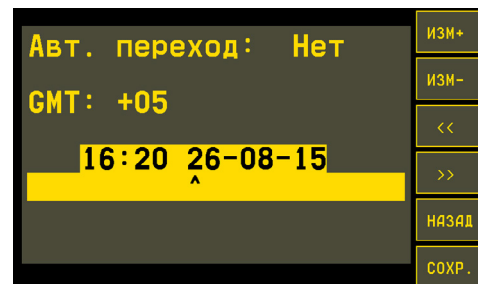

Рис.25. Настройка текущего времени.
• Для изменения текущего времени и даты необходимо нажать кнопку «Еще +» – станут доступны дополнительные кнопки (Рис.25). Далее необходимо выбрать позицию для изменения при помощи кнопок «>>» и «<<», затем, используя кнопки «Изм+» и «Изм-» выбрать значение выбранной позиции. После установки времени и даты необходимо нажать кнопку «Назад» для того, чтобы выйти из режима редактирования времени и даты.